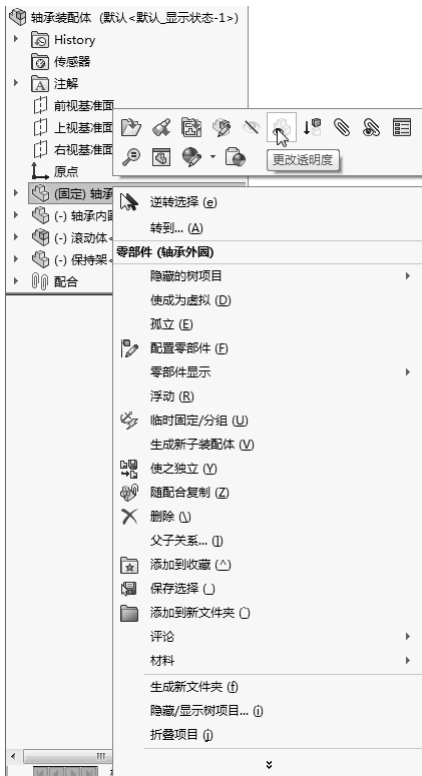

图 8-49 快捷菜单
2) 右击 FeatureManager 设计树中的文件名称“轴承外圈<1>”，或者右击视图中的基座 1，系统弹出快捷菜单。单击  (透明度) 按钮，如图 8-49 所示。